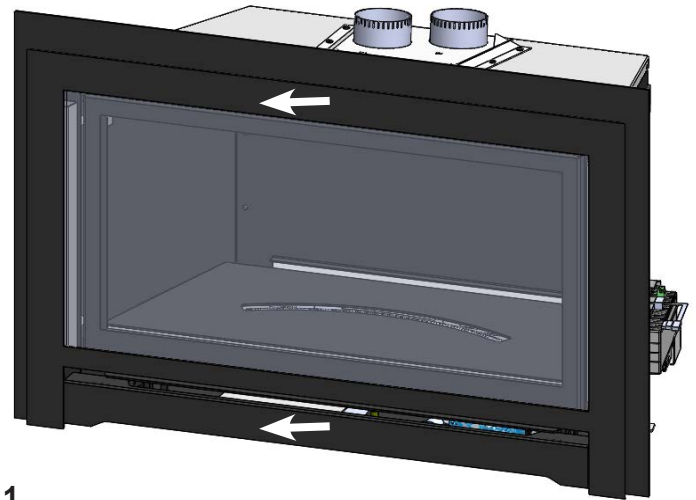

Fig.1
1. S'il est déjà installé, retirez l'écran protecteur grillagé assemblé et mettre de côté. **(Fig.1)**